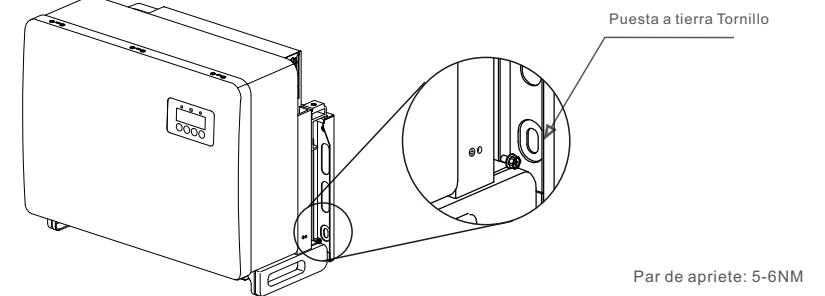

Figura 3.17 Cable fijo
- 6) Conecte el cable de conexión a tierra al punto de conexión a tierra del disipador de calor y apriete el tornillo de conexión a tierra, con un par de 5-6Nm (véase la figura 3.17).